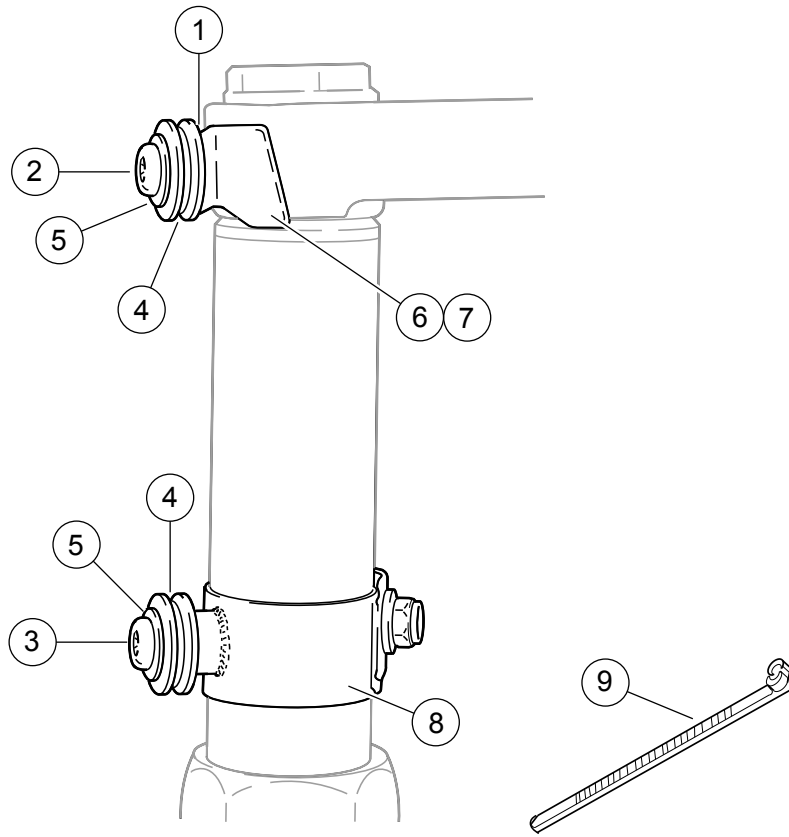
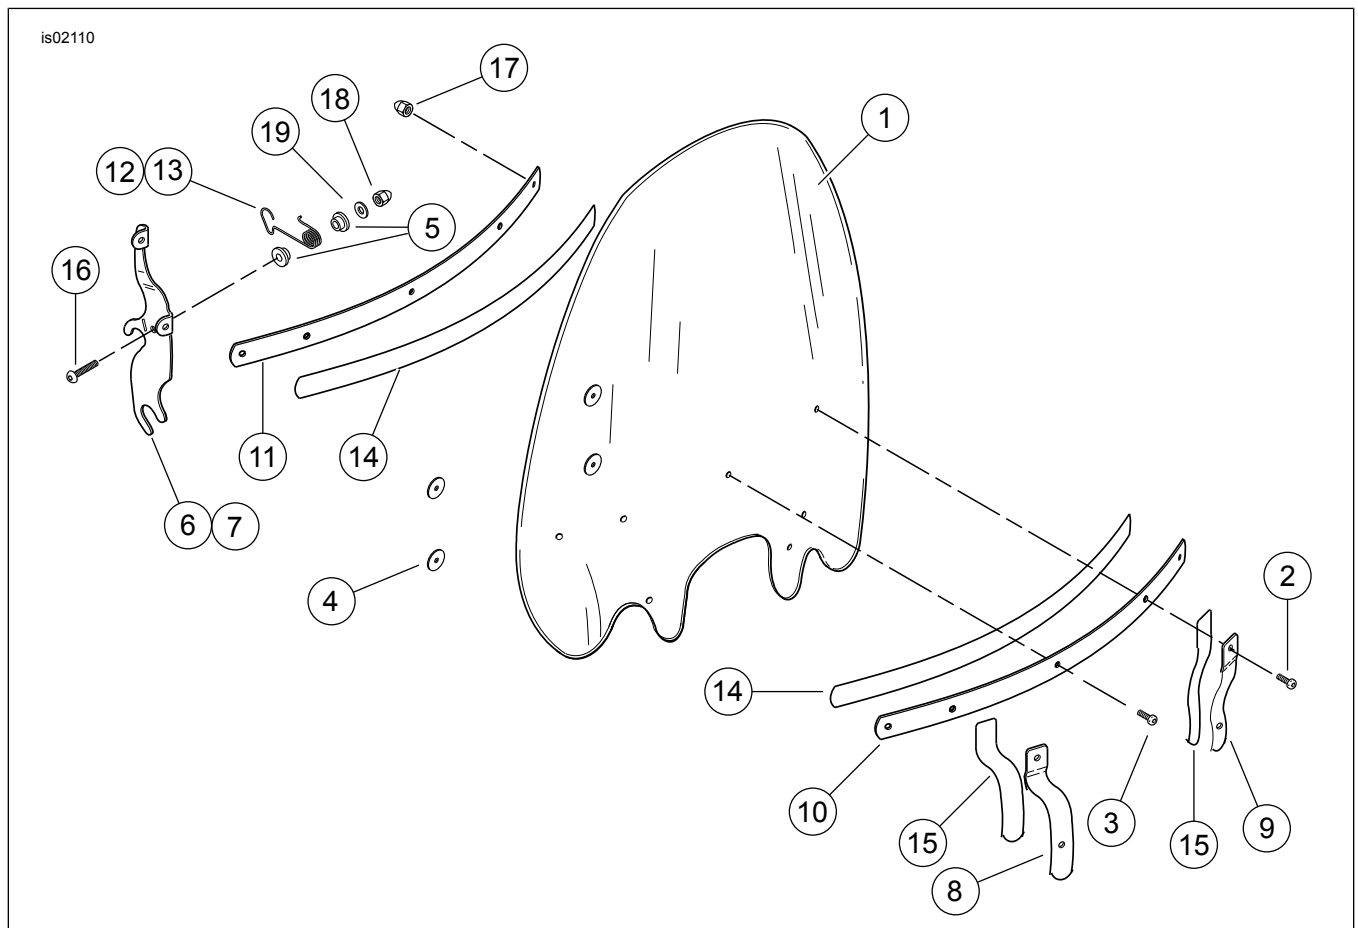

Figure 4. Pièces de rechange : Kit de quincaillerie d'ancrage
Figure 5. Pièces de rechange : Kit de pare-brise
Voir Figure 4 et Tableau 2, Figure 5 et Tableau 3.
4. Voir Figure 4. Assembler la visserie de montage pour le montage du pare-brise inférieur. Monter le matériel dans l'ordre suivant sans trop le serrer :
- b. Placer la rondelle plate (5) et la bague (4) sur le boulon (3), puis la poser sur la bride.
5. Voir Figure 5. Assembler la visserie pour le montage du pare-brise supérieur comme indiqué sur l'illustration et serrer les vis à tête bombée à un couple de 20 Nm (15 lb-pi). L'entretoise (1), qui n'est pas visible sur la figure, se place entre le support de fil de retenue (6, 7) et le té de fourche triple supérieur.
6. Accrocher les deux « mâchoires » de pare-brise du haut dans les rainures des bagues supérieures (4, dans Figure 4), puis faire glisser les colliers de serrage inférieurs jusqu'à ce que les bagues inférieures se fixent fermement dans les « mâchoires » de pare-brise du bas.
7. Avec le pare-brise en place, serrer le collier de montage inférieur (8) en serrant d'abord son écrou à un couple de 14 Nm (10 lb-pi). Veiller à ce que la bride ne tourne pas pendant le serrage.